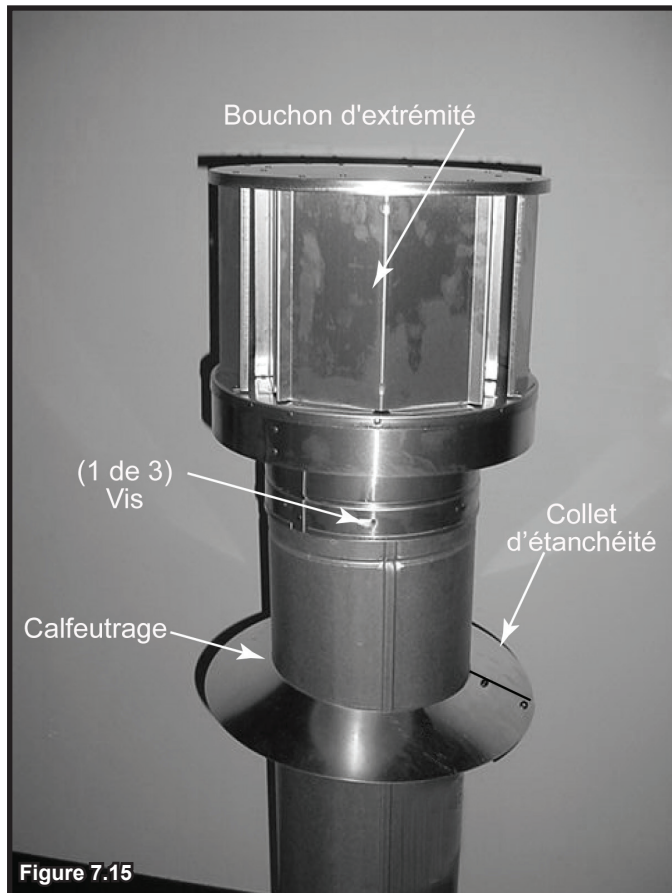

Figure 7.14 Insérer le boulon dans les supports
- Glissez la mitre assemblée sur la section de conduit jusqu'à ce qu'elle repose sur le solin du toit (voir la Figure 7.14).